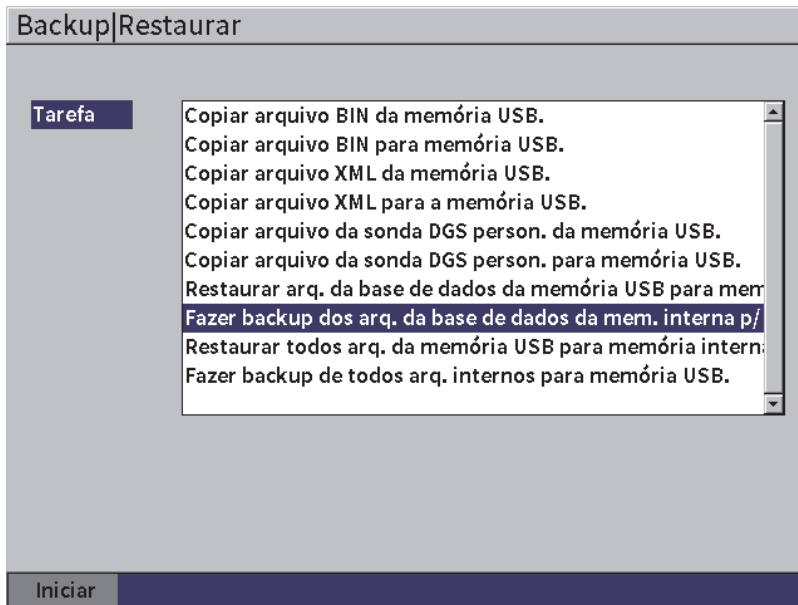

Figura 9-24 Página de configuração Backup|Restaurar
1. Abrir a página de configuração **Backup|Restaurar** (veja Figura 9-24 na página 152).